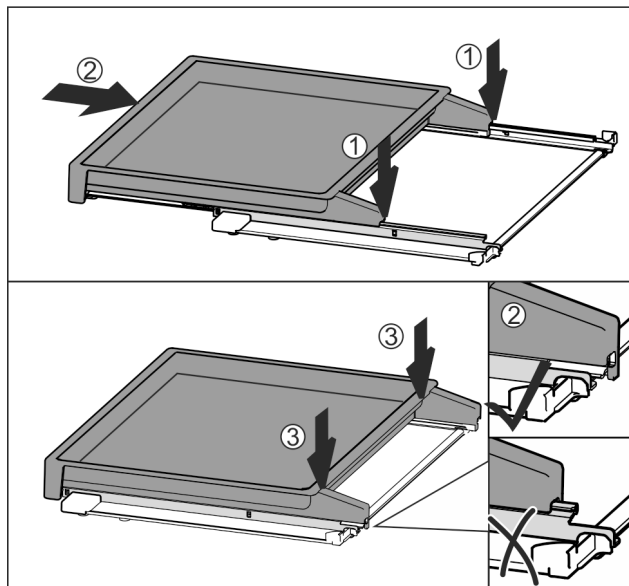

Fig. 113
- Anbring den midt på skinnerne Fig. 113 (1).
- Skub udtrækshylden helt ind Fig. 113 (2).
- Tryk bagtil, indtil det kan høres, at den går i indgreb Fig. 113 (3).